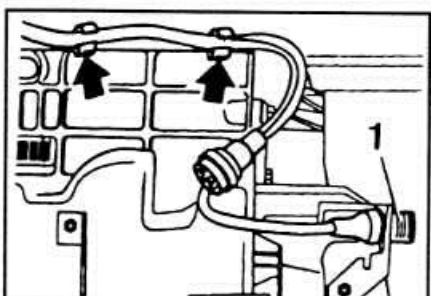

Рис. 7-4. Стрелками показаны места крепления пучка проводов датчика концентрации кислорода в отработавших газах:
- Снять неподвижную часть разъема датчика концентрации кислорода в отработавших газах и отсоединить крепления пучка проводов датчика (рис. 7-4).